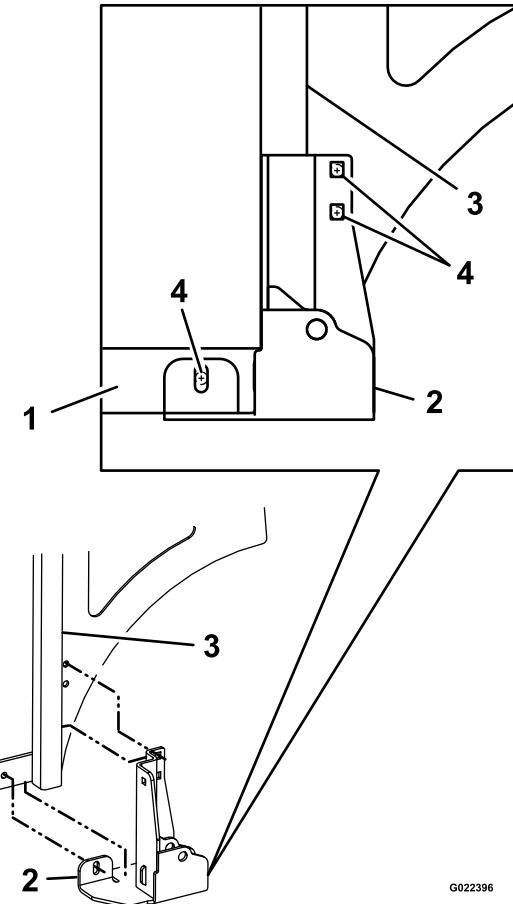

Figura 3
Nota: Si no hay taladros en el bastidor, asegúrese de que el soporte está apretado contra el bastidor, marque los centros y perfore tres taladros (8.4 mm / 11/32 pulgada de diámetro), según se muestra en Figura 3.
- Coloque el soporte inferior del actuador debajo del bastidor trasero izquierdo y contra la superficie exterior de la pata vertical (Figura 3).